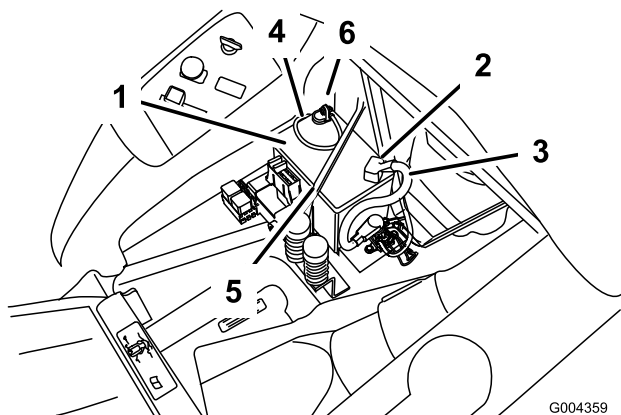

Bild 42
4. Klemmen Sie das Minuskabel (schwarz) vom Batteriepol ab (Bild 42).
5. Schieben Sie die Gummiabdeckung am Pluskabel (rot) nach oben. Klemmen Sie das Pluskabel (Rot) vom Batteriepol ab (Bild 42).
6. Nehmen Sie die Batterieklemme ab (Bild 42) und heben Sie die Batterie aus dem Ständer heraus.
- Stellen Sie die Batterie in ihren Ständer, wobei die Pole vom Armaturenbrett weg weisen müssen (Bild 42).
- Befestigen Sie die Kabel mit zwei Schrauben (1/4 x 3/4 Zoll), Scheiben (1/4 Zoll) und Muttern (1/4 Zoll) (Bild 42).
- Befestigen Sie die Batterie mit der Befestigung (Bild 42).